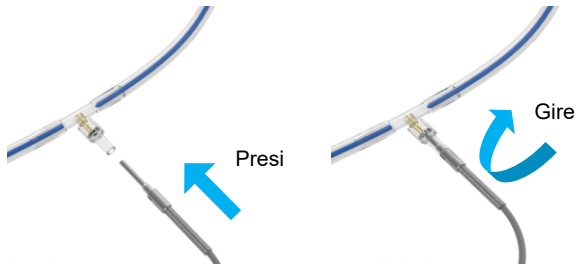

Figura 15 Conexión del sensor de temperatura al equipo de perfusión
- Conecte el sensor T2 a la línea de perfusión, Figura 15; se encuentra en la salida del recipiente para el riñón.